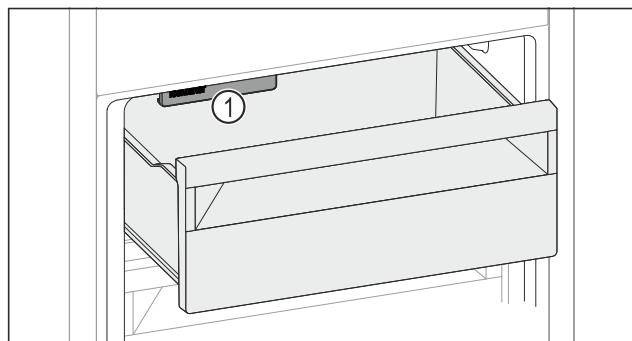

Fig. 131
- Внимавайте за IceMaker Fig. 131 (1).